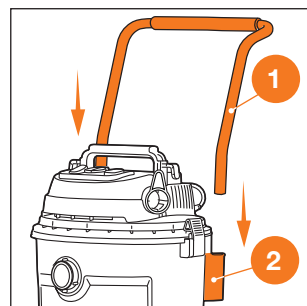

Рис. 13
8. На модели **DAVC 6025S / DAVC 6030S** установите рукоятку **1** в специальные отверстия **2** на задней стороне корпуса бака (Рис. 13). Закрепите сумку на рукоятке, обведя петли вокруг рукоятки и застегнув защелки.